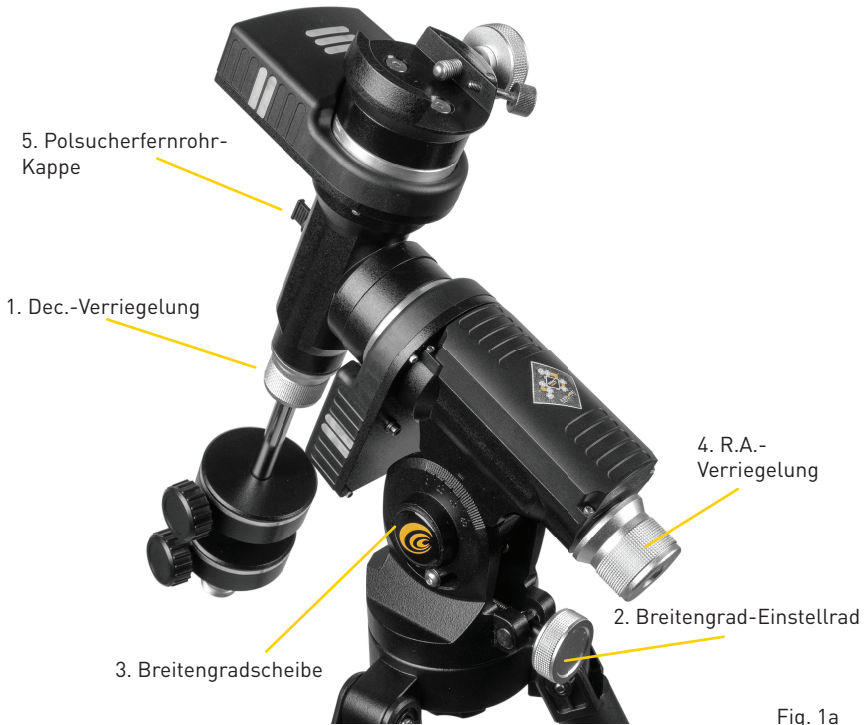

Fig. 1a
2. Die R.A.-Sperrung (4, Fig. 1a) lösen. Den optischen Tubus (OTA) drehen bis der Gegengewichtsstab gerade nach unten über die Montierung zeigt.
3. Die gesamte Teleskop-Konstruktion anheben und so drehen, dass das Stativbein in Höhe der Gegengewichtsstange ungefähr nach Norden (auf der Südhalbkugel nach Süden) zeigt. Die Dec.-Sperrung (1, Fig. 1a) lösen, damit sich der OTA bewegen lässt. Den Tubus drehen bis er nach Norden (auf der Südhalbkugel nach Süden) zeigt. Die Sperrung wieder anziehen. Falls nötig kann der Polarstern als Genauigkeitsreferenz für die Nordausrichtung (oder Octantis für die Südausrichtung) dienen.
Unter explorescientific.com/latitude_longitude (englischsprachig) können die Längen- und Breitengrade jedes beliebigen Ortes der Erde bestimmt werden. Nachdem die Position des Beobachtungsortes bestimmt wurde, mit der Breitengrad-Einstellschraube (2, Fig. 1a) die Teleskopmontierung so neigen, dass auf dem Ziffernblatt (3, Fig. 1a) der korrekte Breitengrad des gegenwärtigen Beobachtungsortes angezeigt wird.